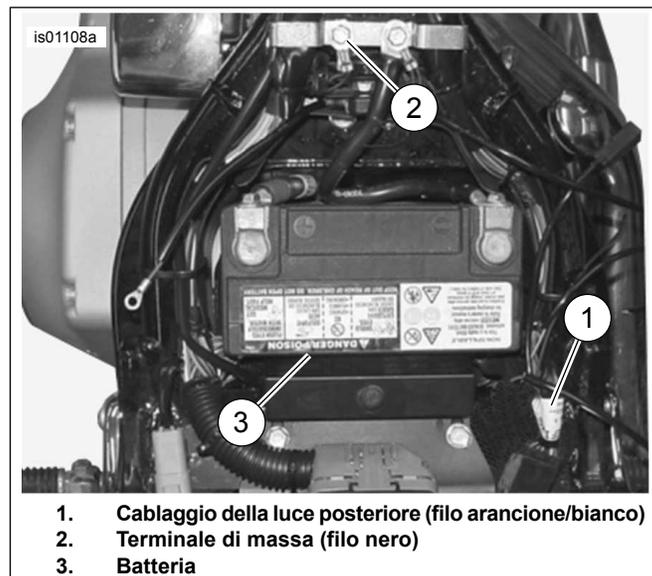

Figura 3. Collegamenti di alimentazione e a massa (modelli Softail)
4. Vedere Figura 3. Installare il terminale ad anello sulla filettatura della vite di massa. Fissare al telaio la vite di massa (2). Fissare secondo le specifiche di coppia indicate nel manuale di manutenzione.
1. Vedere Figura 3. Aprire, tagliando con cautela, un'area della guaina del cablaggio della luce posteriore (1) in un punto accessibile sotto la sella e tagliare il filo arancione/bianco.